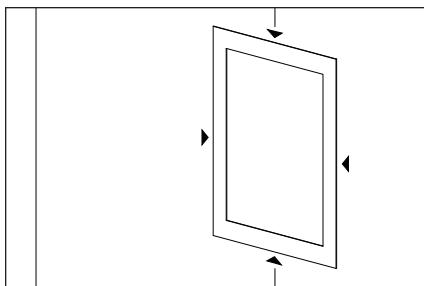

Fig. 12a
- En gardant à l'esprit les recommandations ci-dessus, placez le gabarit de montage en carton sur le mur. Découpez le trou tel qu'indiqué (Fig. 12a).